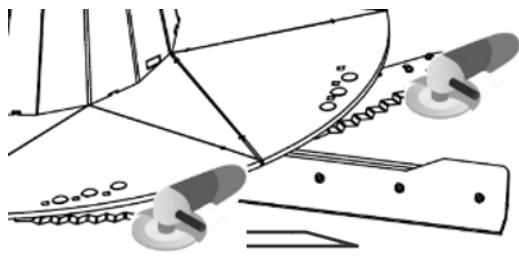

Figure 31 — Meulage des dents des couteaux
2. Quand les dents de tous les couteaux sont usées, meulez les dents pour leur rendre leur tranchant (Figure 31).